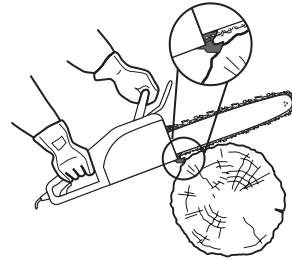

Fig. 21
5. A corrente (3) tem de estar a funcionar à velocidade máxima antes de a mesma entrar em contacto com a madeira. Utilize o batente serrilhado (6) para fixar o produto na madeira antes de iniciar o corte e utilize-o como ponto de alavancagem durante o corte (Fig. 21).